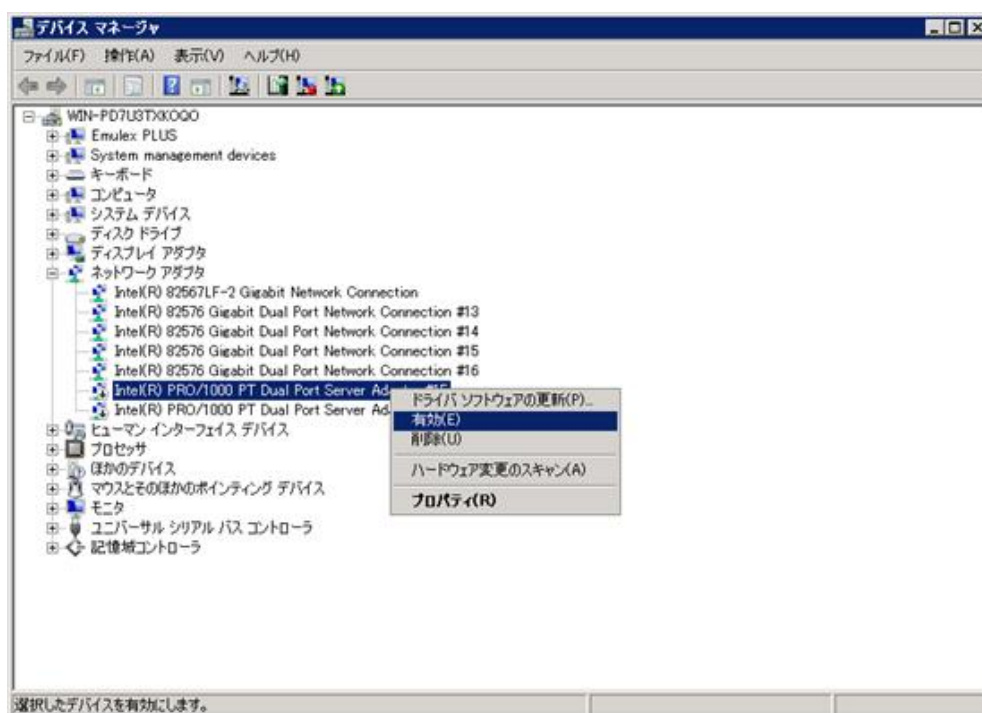

図 7.8 [デバイスマネージャ] 画面
5. 「[図 7.8 \[デバイスマネージャ\] 画面](#)」のように、デバイスマネージャで該当のデバイスを右クリックし、表示されるメニューに [有効] がある場合は有効にします ([無効] の場合は本作業は不要です)。